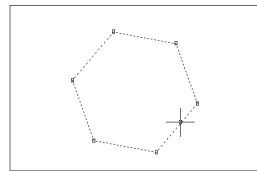

图 15-39 选取对象
(2) 执行 `Draw→Solids→Extrude` 命令，或者在命令行直接输入 `Extrude`，然后按照提示选取对象，如图 15-39 所示。